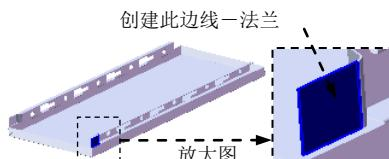
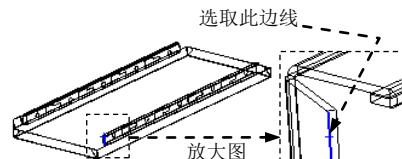

图 17.6.45 创建边线一法兰 18
图 17.6.46 定义特征的边线
Step22. 用相同的方法创建另一侧的边线一法兰 18 (图 17.6.45)，边线法兰的边线如图 17.6.46 所示。详细操作过程参见 Step20。